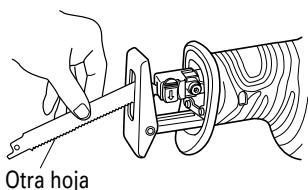

Fig. 11
- (1) Si una parte de la hoja de sierra rota sobresale de la pequeña hendidura del émbolo, extraiga la parte saliente y extraiga la hoja.
- (2) Si la hoja de sierra rota se encuentra oculta dentro de la pequeña hendidura, enganche la hoja rota utilizando la punta de otra hoja de sierra y extraigala. (Fig. 11)